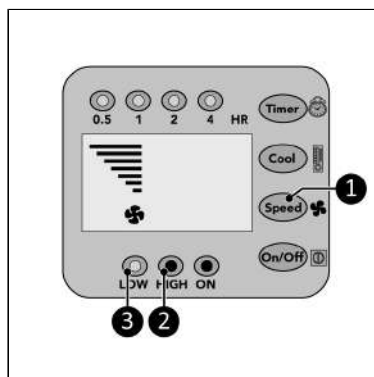

Figura 77.
1. Premere ripetutamente il pulsante Velocità ( Figura 77, pos. 1) per impostare la velocità richiesta:
- Alta: l'indicatore "high" ( Figura 77, pos. 2) si accenderà e il grafico della velocità mostrerà 7 barre.
- Bassa: l'indicatore "low" ( Figura 77, pos. 3) si accenderà e il grafico della velocità mostrerà 4 barre.